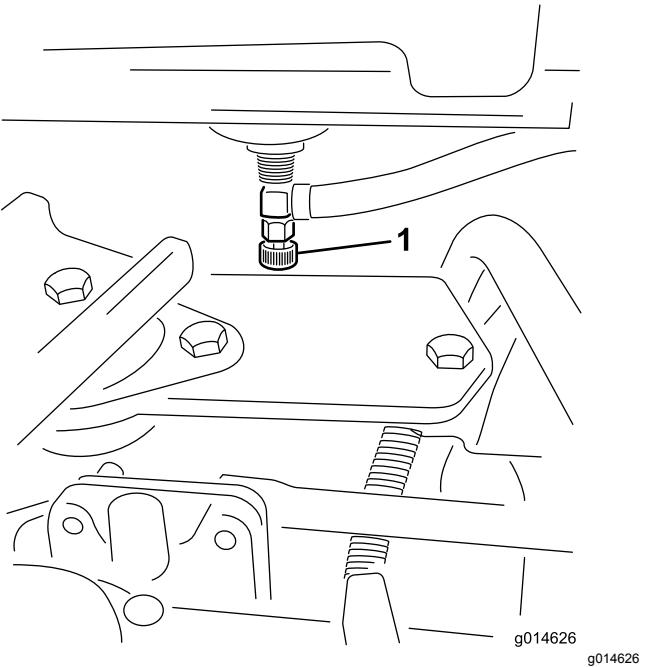

Figura 42
- Feche a válvula de bloqueio do combustível (Figura 42) por baixo do depósito de combustível.